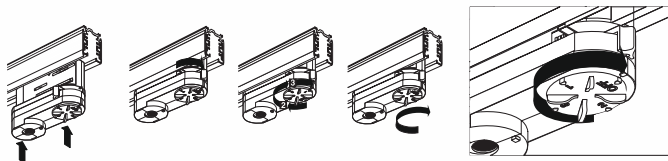

Рис.5
- Включите питание трека. Включите светильник (РИС.5).